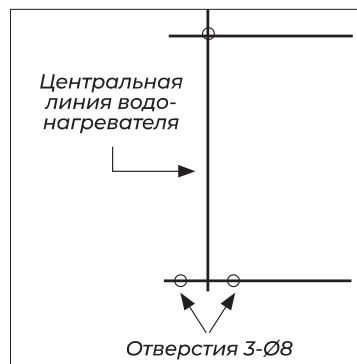

Рис. 2
2. Просверлите отверстия в стене согласно размерам (рис. 2).